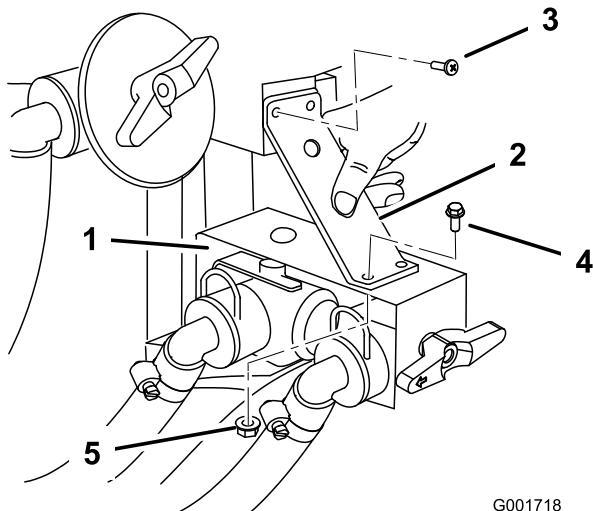

Figura 12
- Instale el tirante del soporte sobre el soporte de la válvula de control. Utilice los dos tornillos existentes que sujetan el acoplamiento en T superior para sujetar la parte superior del tirante del soporte (Figura 12). Sujete la parte inferior del tirante del soporte usando